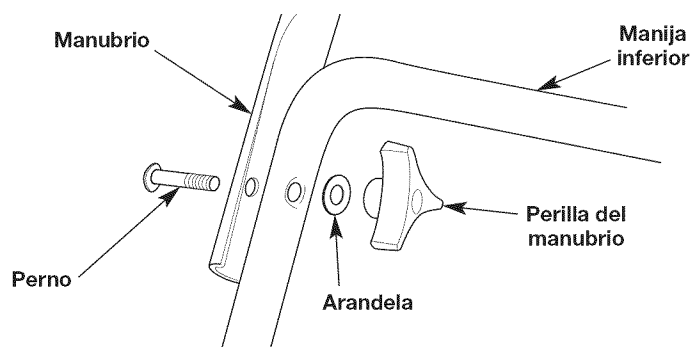

Fig. 2
1. Alinee el agujero en el manubrio con el agujero en la manija inferior (Fig. 2).
2. Coloque el perno a través de los orificios alineados (Fig. 2).
3. Coloque la arandela en el perno (Fig. 2).
4. Coloque una perilla de manubrio en el perno (Fig. 2).